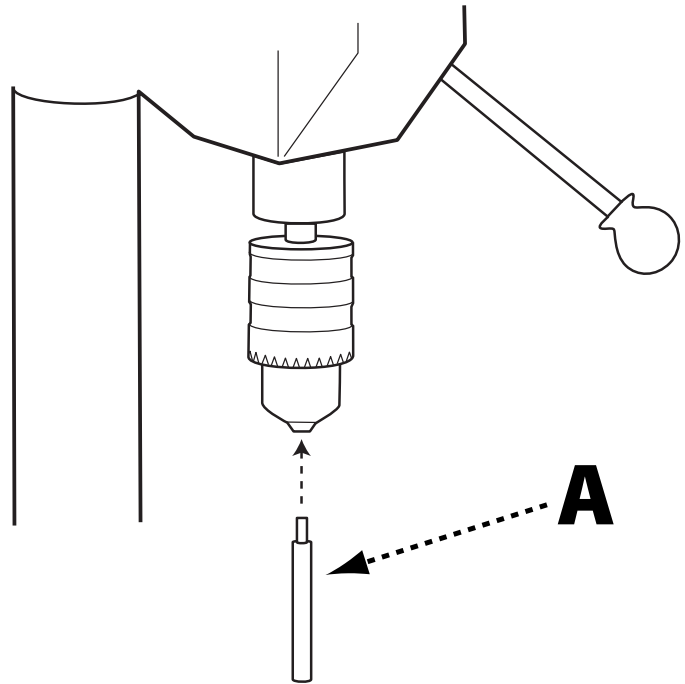

FIGURA 1
Inserte el extremo pequeño del pasador de alineación del eje (A) en el portabrocas del taladro y apriete el portabrocas como se muestra en la figura 1.